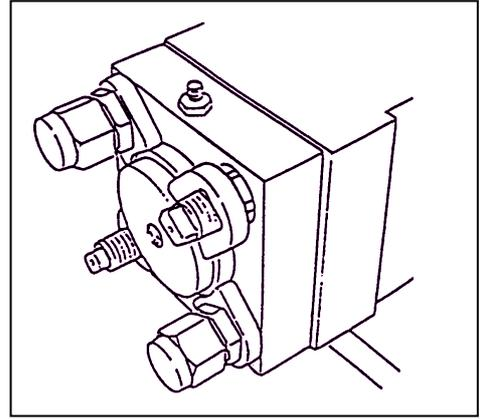

Fig.16
19. Coloque as restantes anilhas de bloqueio. Veja a Fig. 16.